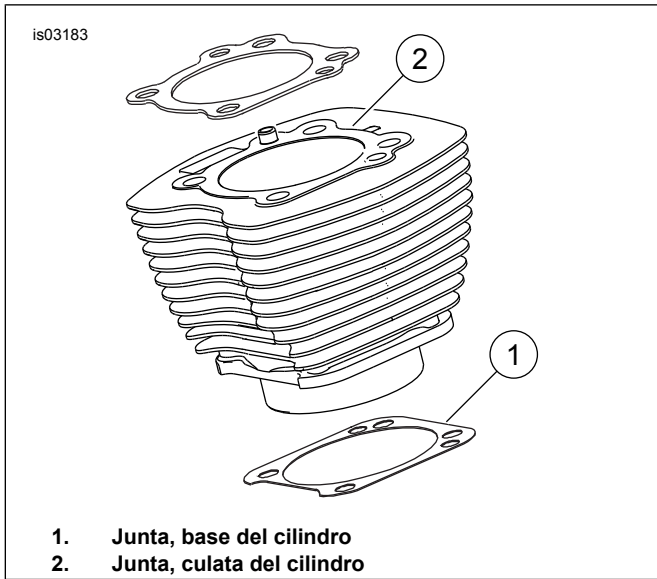

Figura 1. Juntas de los cilindros
Figura 1. La junta de la base del cilindro de 103,12 mm (4,060 pulg.) (1) y la junta de la culata del cilindro (2) eliminan la necesidad de o-rings. No utilice o-rings en los pasadores de localización del cilindro ni en las lumbreras del cilindro.